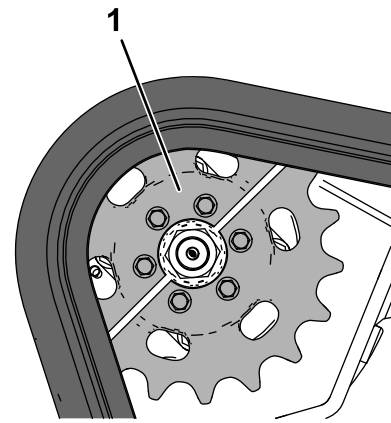

Bild 26
2. Stellen Sie die Maschine auf einer ebenen Fläche ab, achten Sie darauf, dass nur eine Kettenradhälfte in die Kette eingreift (Bild 26).